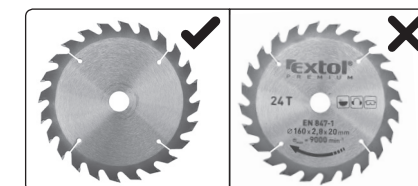

Abb. 12
- Das Ersatzsägeblatt Extol® Premium 8803213 muss in der Säge so installiert werden, dass die Ausrichtung der Zähne der Pfeilrichtung auf der Sägeblattabdeckung nach Abb. 2, Position 5. entspricht, d.h. die Zähne müssen nach oben von der Grundplatte der Säge ausgerichtet sein, und nicht nach unten, siehe Abb. 12.